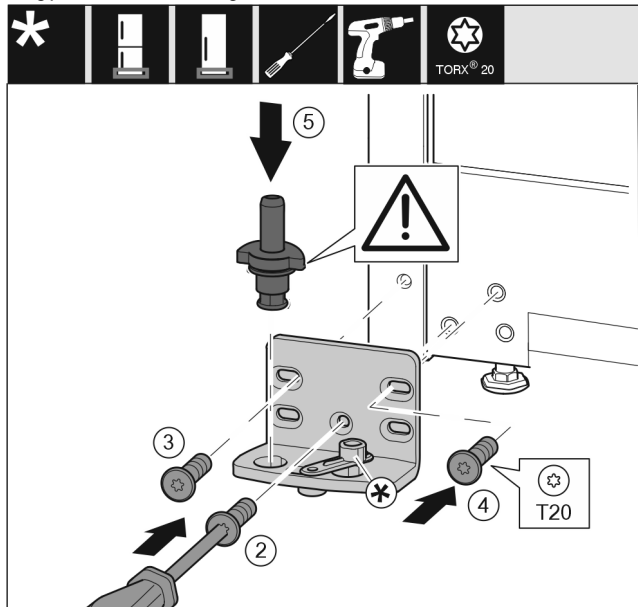

Fig. 48 *
- ▶ Helyezze fel a csapágybakot a másik oldalra, és csavarozza fel csavarhúzóval. Kezdje alul, a középső csavarral Fig. 48 (2).*
- ▶ Húzza meg a csavart Fig. 48 (3) és a csavart Fig. 48 (4).*
- ▶ Helyezze be teljesen a csapszeget Fig. 48 (5). Ügyeljen közben arra, hogy a reteszelő bütyök hátrafelé mutasson.*